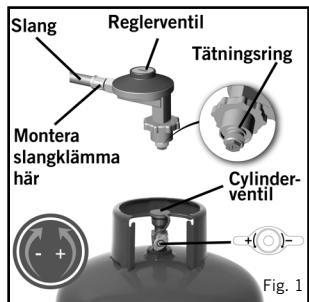

Fig. 1
- Slangen och tryckreglagets packning ska kontrolleras efter skada och slitage, före varje användning/stillfälle samt innan de ansluts till gasbehållaren (se bild 1).
- Utför denna kontroll varje gång du ansluter apparaten till en gasbehållare (se bild 1).